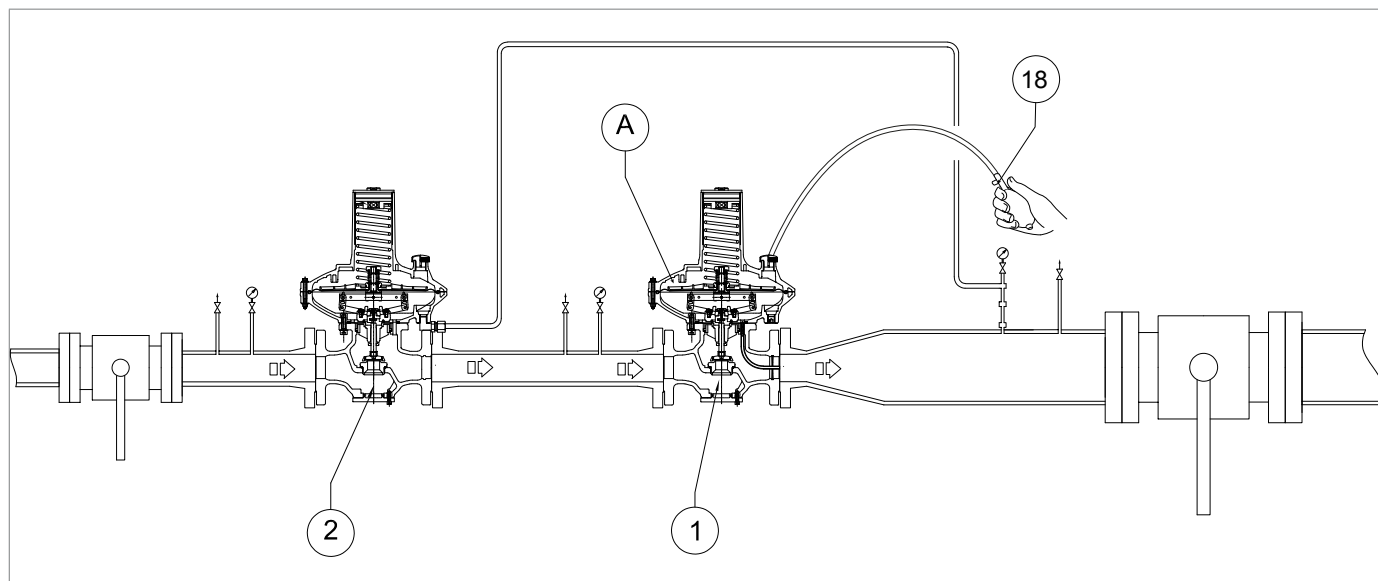
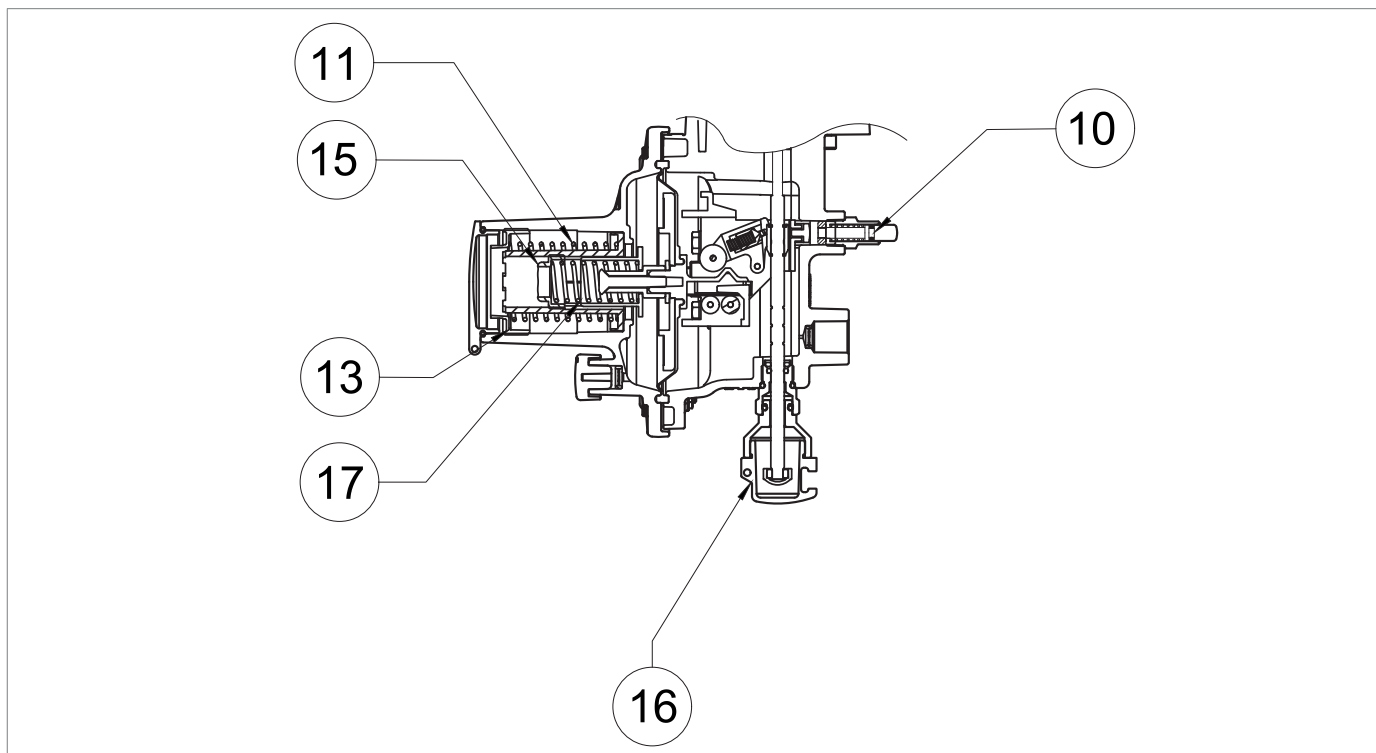

Fig. 8.19. Pressurizzazione con fonte esterna (pompetta manuale)
Fig. 8.21. *Taratura del pressostato per valvola di blocco LA*
1	<p>Aumentare la pressione di valle fino al valore di intervento della valvola di blocco, collegando una fonte di pressione esterna al rubinetto di scarico (fig. 8.16, rif. 6) posto sulla tubazione di valle, assicurandosi di aprire un rubinetto di scarico aggiuntivo (fig. 8.21, rif. 18).</p> <div style="border: 1px solid black; padding: 5px;"> <p>! AVVISO!</p> <p>Controllare la pressione facendo riferimento al manometro di valle (fig. 8.16, rif. 5).</p> <p>Se la valvola di blocco:</p> <ul style="list-style-type: none"> • interviene prima del valore di pressione previsto: avvitare (senso orario) la ghiera di regolazione (13) così da comprimere maggiormente la molla (11); • non interviene al valore di pressione previsto: svitare (senso antiorario) la ghiera di regolazione (13), così da scaricare la molla (11). </div>
3	<p>Chiudere il rubinetto di scarico aggiuntivo (fig. 8.21, rif. 18).</p>
3	<p>Se necessario, rimuovere il tappo di chiusura (fig. 8.21, rif. 354) unitamente alla ghiera di regolazione e rimuovere la molla di regolazione (fig. 8.21, rif. 328).</p> <div style="border: 1px solid blue; padding: 5px;"> <p>! AVVISIO!</p> <p>Controllare il valore della pressione di intervento della valvola di blocco indicato dal manometro di valle (fig. 8.19, rif. 5).</p> </div>
5	<p>Dopo aver verificato che la valvola di blocco intervenga al valore prefissato, agire come segue:</p> <ol style="list-style-type: none"> 1. Chiudere il rubinetto di sfiato (fig. 8.16, rif. 6) 2. Posizionare la molla di regolazione (fig. 8.21, rif. 328), il tappo di chiusura (fig. 8.21, rif. 354), la ghiera di regolazione (fig. 8.16, rif. 3) 3. Aprire lentamente la valvola di intercettazione di monte (V1) fino a che il valore della pressione di valle (Pd) raggiunga il valore di taratura del regolatore, facendo riferimento al manometro di valle (fig. 8.16, rif. 5) 4. Chiudere la valvola di intercettazione di monte (V1) 5. Aprire lentamente e parzialmente il rubinetto di sfiato (fig. 8.16, rif. 6) per diminuire la pressione di valle facendo riferimento al manometro di valle (fig. 8.16, rif. 5) fino al raggiungimento del valore di intervento per minima pressione 6. Verificare la corretta taratura della molla di minima ripetendo i passi 2-3-4 almeno tre volte 7. Eseguire taratura del regolatore principale facendo riferimento al paragrafo "8.5 - Procedura di messa in servizio del regolatore"